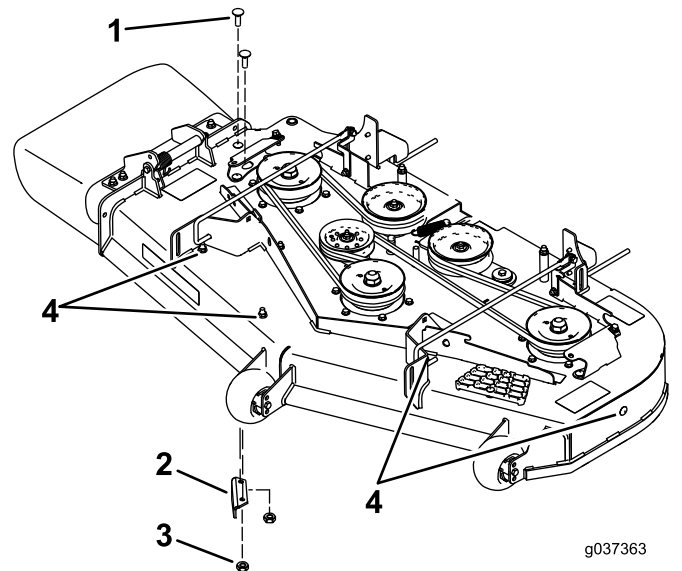

Bild 3
1. Entfernen Sie die Bundmuttern, mit denen das Ablenkblech befestigt ist (Bild 3).
2. Entfernen Sie die Schrauben, mit denen das Ablenkblech befestigt ist (Bild 3).
3. Entfernen Sie das Ablenkblech und setzen Sie die Schrauben und Muttern in die Löcher für das Ablenkblech (Bild 3).
4. Nehmen Sie die Befestigungen ab, wie in Bild 3 abgebildet. Bewahren Sie die Befestigungen auf.